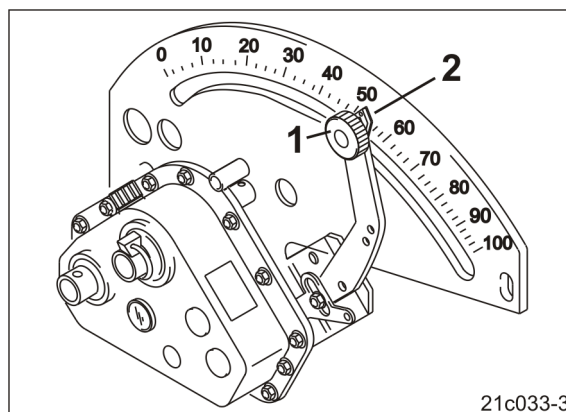

Fig. 156
5. Solte o botão de travamento (Fig. 156/1).
7. Coloque o ponteiro (Fig. 156/2) da alavanca de transmissão no valor de regulação da transmissão.